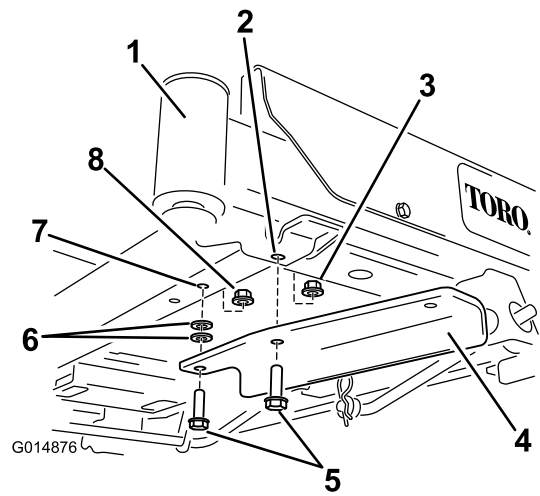

Bild 6
- Maschinen ohne Hubfußpedal: Befestigen Sie die Halterung mit zwei Schrauben (3/8 x 1-1/4 Zoll), zwei Scheiben und zwei Sicherungsmuttern (3/8 Zoll) (Bild 6). Eine Sicherungsmutter finden Sie in den losen Teilen und die andere haben Sie vorher entfernt.